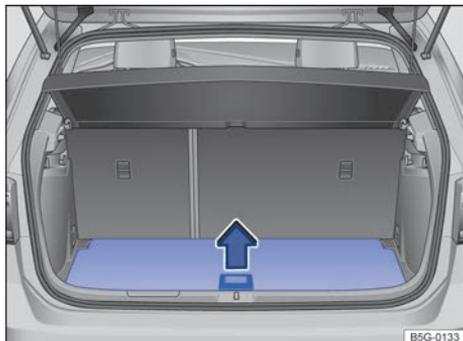
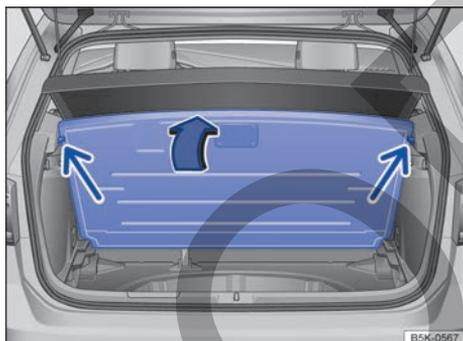

Fig. 159 En el maletero: levantar el piso variable.
Fig. 160 En el maletero: piso variable levantado.
- Para *abrir* el piso, agárrelo por la cavidad → fig. 159 y levántelo hasta que quede sujeto por los encastres laterales (flechas) → fig. 160.